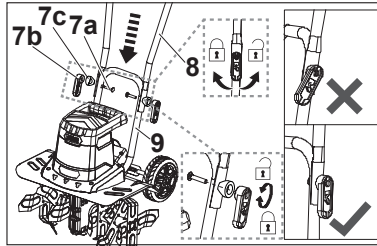

Fig. 1
2. Alinhe os orifícios no guiador intermédio (8) com os orifícios no guiador inferior (9) e fixe a ligação com os parafusos (7a) as alavancas (7b) e as anilhas (7c) (Fig. 1).